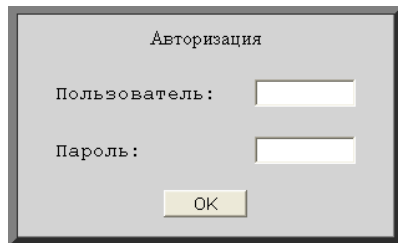

Рис.6 Окно авторизации
20. Откроется окно авторизации – см. рис.6.